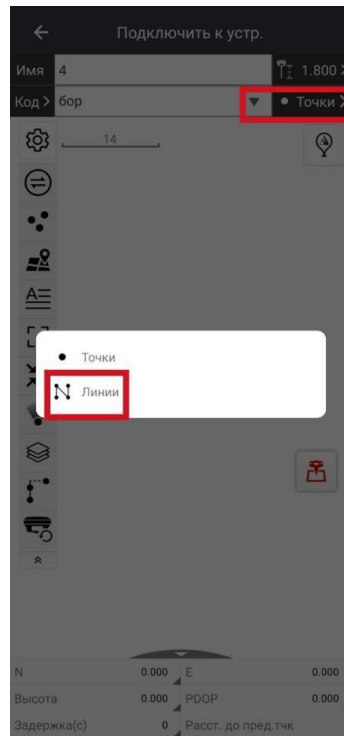

Рисунок 4.4.11
1. Для съемки в режиме **Линии**, перейдите в меню **Карты**, далее в правом верхнем углу переключите режим с **Точки** на **Линии** (Рисунок 4.4.11).